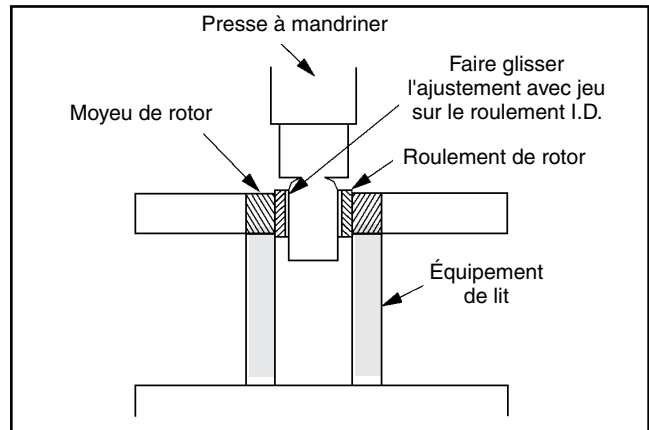

Figure 13 – Dépose du roulement de rotor en carbure de tungstène
A. Avec l'outil et l'équipement approprié (voir figure 13), l'ancien roulement du rotor peut être forcé du moyeu de rotor avec une presse à mandriner. Il faut